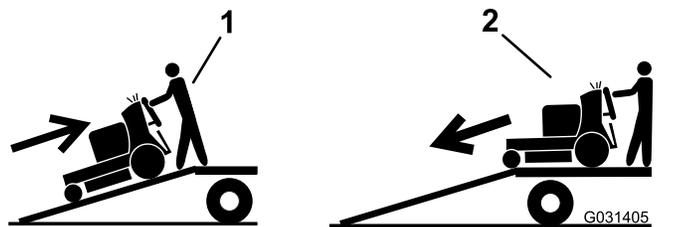

Рисунок 29
5. Перемещайте машину задним ходом при движении вверх по наклонному въезду (Рисунок 29).